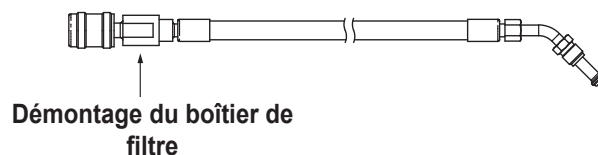

Figure 16
2. Démontez le tuyau de remplissage du réservoir au boîtier de filtre, comme illustré à la Figure 16.